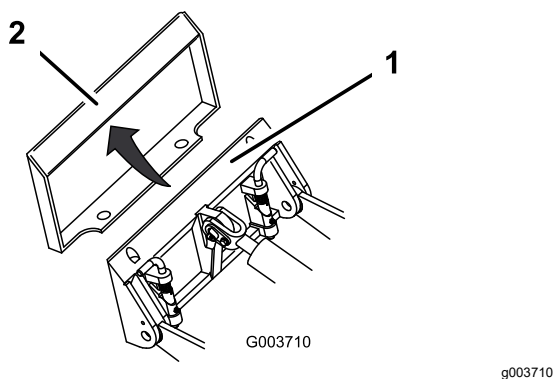

Figura 10
4. Posicione a placa de montagem na borda superior da placa do recetor do acessório (Figura 10).